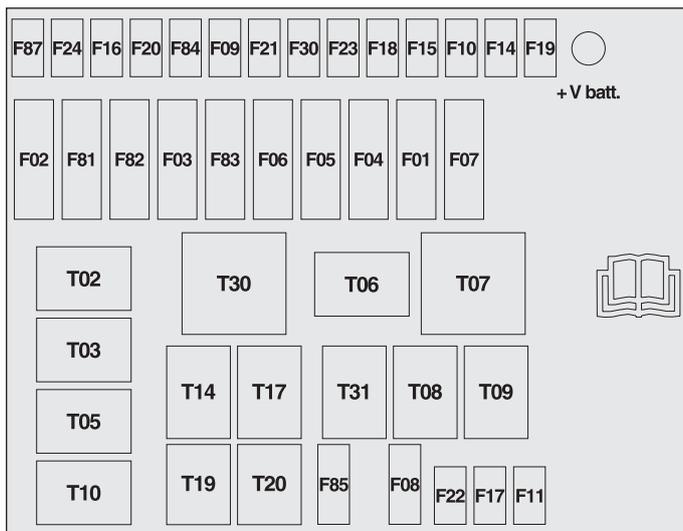

fig. 41
**Centralina vano motore - fig. 41**